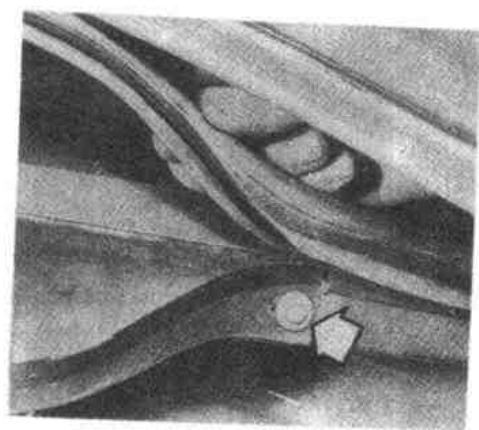

图 5-3-2
(4) 按图 5-3-2 所示，提起两侧的后橡胶密封件，然后拆下箭头所指的空气进口罩与防火墙的两个固定螺钉（每侧一个）。